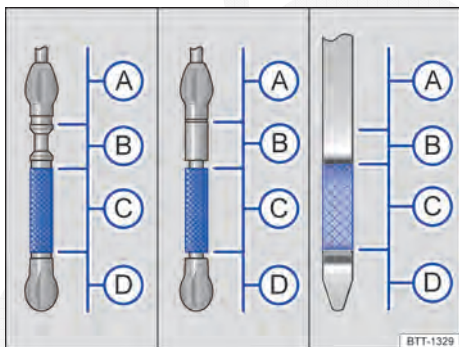

Fig. 260 Vareta de medição do óleo do motor com marcas de nível do óleo do motor (variantes).
◀ Legenda para Fig. 260:
7. Retirar novamente a vareta de medição do óleo e ler o nível no óleo do motor na vareta de medição → Fig. 260 da seguinte maneira:
- Ⓐ Nível do óleo do motor muito alto. Se for o caso, observar a mensagem no display do instrumento combinado e **procurar uma oficina especializada** → ①.
- Ⓑ **Não reabastecer com óleo** → ①. Continuar com a etapa 16.
12. Verificar novamente o nível do óleo do motor na vareta de medição do óleo antes de reabastecer mais uma pequena quantidade de óleo do motor. Nunca reabastecer com óleo do motor em excesso → ①.
13. Ao final do processo de reabastecimento, o nível do óleo do motor deve se situar no meio da área → Fig. 260 Ⓒ. Ele não deve ficar acima de Ⓒ, na área Ⓑ e não deve ficar na área Ⓐ → ①.
14. Se, por descuido, foi reabastecido muito óleo de motor e o nível de óleo de motor estiver na área → Fig. 260 Ⓐ, **não ligar o motor**. Informar a empresa especializada e, se necessário, procurar ajuda técnica.
- Se, por descuido, foi reabastecido muito óleo de motor e o nível de óleo de motor estiver na área → Fig. 260 Ⓐ, não ligar o motor. Informar a empresa especializada e, se necessário, procurar ajuda técnica. Caso contrário, o catalisador e o motor podem ser danificados!
O nível do óleo do motor não deve se situar na área → Fig. 260 (A). Caso contrário, o óleo pode ser aspirado pela ventilação do cárter e chegar à atmosfera por meio do sistema de escape.
Em caso de alta demanda do motor, o nível do óleo do motor deve estar na área permitida → Fig. 260 (C), como, por exemplo, em longas conduções por estradas durante o verão, na condução com reboque → Página 179 ou durante travessias de montanhas.